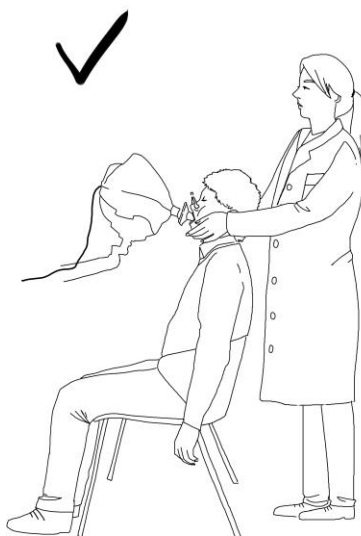

Figura 51 - Corretta postura per la misura FOT
- Il paziente deve sedere con la schiena dritta e il collo leggermente curvo verso l'alto. Modificare l'altezza del dispositivo per assicurare la giusta postura del paziente. (Figura 51)